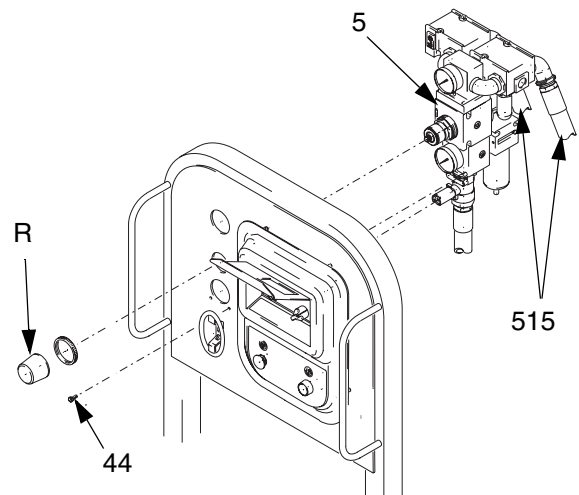

FIG. 17
2. Saque el mando del regulador (R). FIG. 17.
3. Saque dos tornillos (44).
4. Desconecte las dos mangueras (515) de los motores de la bomba.